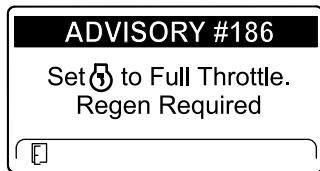

Рисунок 50
**Примечание:** Если на дисплее инфоцентра появится ИНФОРМАЦИОННОЕ СООБЩЕНИЕ № 186 (ADVISORY #186) (Рисунок 50), установите максимальное положение дроссельной заслонки (высокую частоту холостого хода) двигателя, чтобы можно было продолжить выполнение регенерации со сбросом.